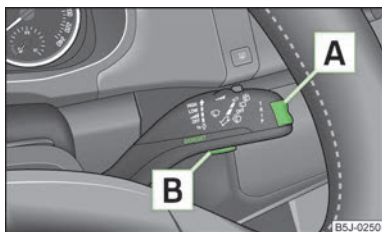

Fig. 6
Comutarea între cele două memorii se face de la tasta **B** » fig. 6 la pagina 13 din maneta de acționare a ștergătoarelor.
Tasta basculantă **A** » fig. 6 și tasta **B** se găsesc în maneta de acționare a ștergătoarelor de parbriz.
» Apăsați repetat tasta **B** » fig. 6.
» Apăsați scurt pe tasta basculantă **A** » fig. 6, în partea de sus sau în partea de jos. Astfel accesați consecutiv funcțiile individuale ale afişajului multifuncțional.
» Apăsați mai lung tasta **B** » fig. 6.
Dacă temperatura exterioară scade sub +4 °C, în fața temperaturii apare simbolul unui fulg de nea (avertizare pentru polei) și se emite un semnal acustic. După apăsarea tastei basculante **A** » fig. 6 la pagina 13 este afișată funcția care a fost afișată ultima dată.
Pe afişaj apare durata de deplasare de la ultima ștergere a memoriei. Dacă se dorește măsurarea timpului începând de la un anumit moment, atunci la acel moment memoria trebuie adusă la zero, prin apăsarea tastei **B** » fig. 6 la pagina 13.
Dacă se dorește determinarea consumului mediu de combustibil într-un anumit interval de timp, atunci trebuie adusă la zero memoria la începutul măsurării, cu ajutorul tastei **[B]** » fig. 6 la pagina 13. După ștergere, la parcurgerea primilor 300 metri, pe display nu va apărea nicio valoare.
Pe display apare distanța parcursă de la ultima ștergere a memoriei » pagina 12. Dacă se dorește măsurarea distanței de deplasare începând de la un anumit moment, atunci la acel moment memoria trebuie adusă la zero, prin apăsarea tastei **[B]** » fig. 6 la pagina 13.
Pe afișaj este indicată viteza medie în km/h de la ultima ștergere a memoriei » pagina 12. Dacă se dorește măsurarea vitezei medii într-un anumit interval de timp, trebuie adusă la zero memoria la începutul măsurării, cu ajutorul tastei **[B]** » fig. 6 la pagina 13.
- » Cu ajutorul tastei **[A]** » fig. 6 la pagina 13, selectați punctul de meniu **Avertizare la depășirea vitezei**.